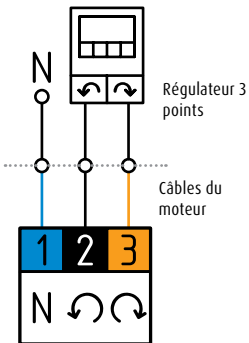
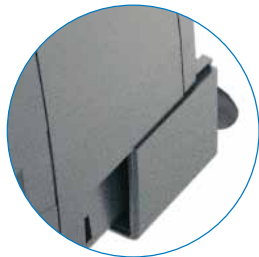
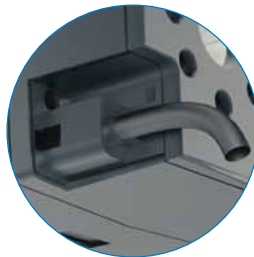

Fig. 10 : Schéma électrique
Fig. 11 : Retrait de la plaque de recouvrement
Fig. 12 : La fiche de connexion
5. Raccordez le servomoteur au régulateur suivant le schéma électrique (fig. 10). Le câble d'alimentation du moteur peut être débranché. Cela simplifie le raccordement et le montage. Pour retirer le connecteur, il faut d'abord enlever la plaque de recouvrement en soulevant le clip vers le haut et en faisant glisser la plaque (fig. 11). Il est maintenant possible de retirer le connecteur (fig. 12). Le connecteur ne se raccorde que d'une seule façon dans la prise.
6. Raccordez le servomoteur au régulateur suivant le schéma électrique (fig. 10). Le câble d'alimentation du moteur peut être débranché. Cela simplifie le raccordement et le montage. Pour retirer le connecteur, il faut d'abord enlever la plaque de recouvrement en soulevant le clip vers le haut et en faisant glisser la plaque (fig. 11). Il est maintenant possible de retirer le connecteur (fig. 12). Le connecteur ne se raccorde que d'une seule façon dans la prise.